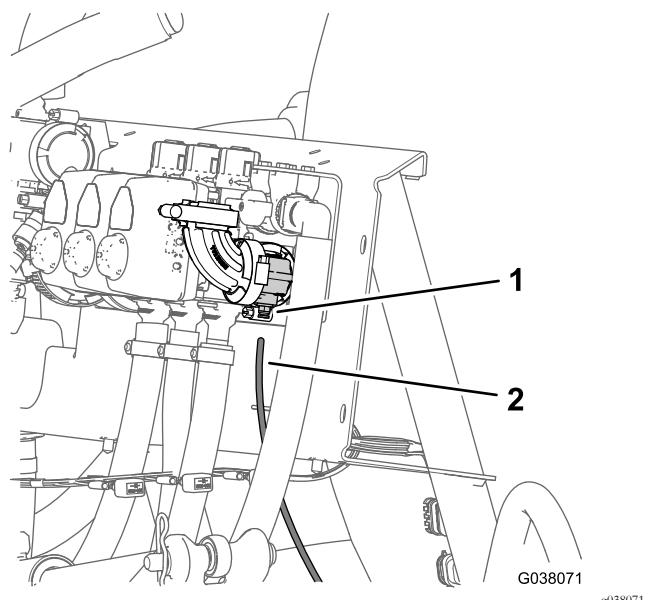

Figura 124
2. Insira o tubo no anel de tensão até o tubo estar devidamente colocado (Figura 124).
1. Alinhe a extremidade do tubo sensor de pressão (plástico) para o indicador de pressão no painel com o anel de tensão do acoplador do tubo (Figura 124).